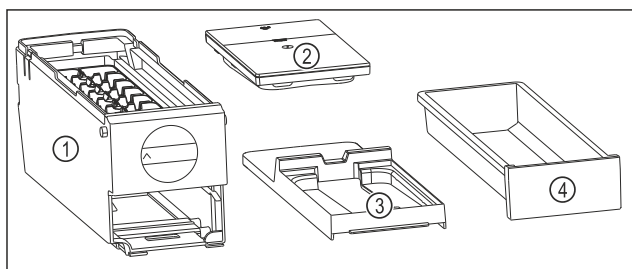

Fig. 106 Az EasyTwist-Ice alkotórészei
- Az EasyTwist-Ice egység négy darabra van szétszedve. (lásd Fig. 106)
- Az EasyTwist-Ice egységet csak az ábrázolt alkotóelemekre szedje szét. (lásd Fig. 106)
- Az EasyTwist-Ice testét Fig. 106 (1) egy egységként tisztítsa.